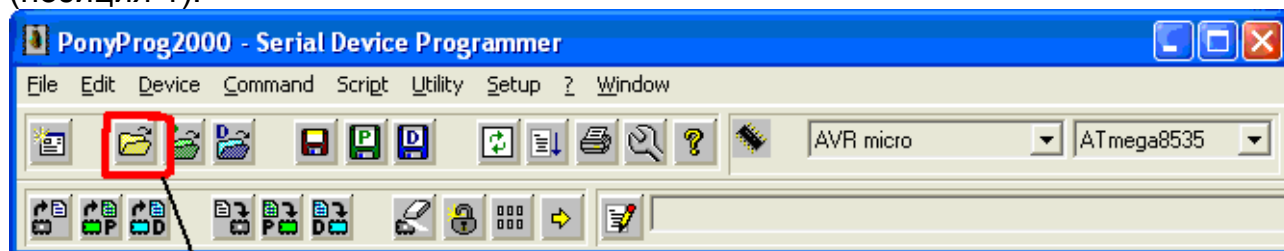

Рис. 7 – Главное окно Pony Prog.
3.16 В меню главного окна (рисунок 7) нажать на кнопку Open Device File (позиция 1).